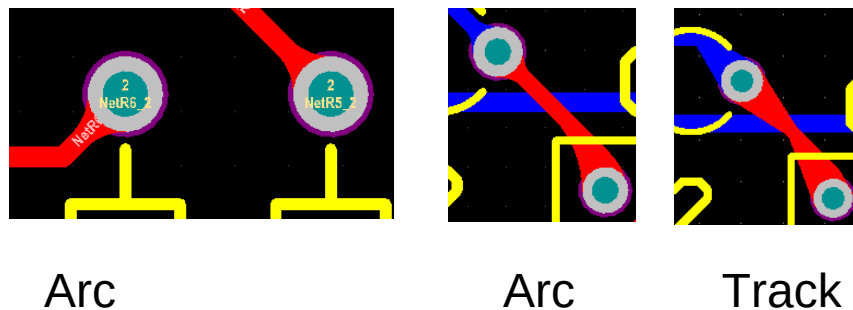

图10-26 泪滴的Arc和Track两种形状
如图10-26所示，在导线与焊盘或过孔的连接处有一段过渡，过渡的地方成泪滴状，所以称它为泪滴。泪滴的作用是：在焊接或钻孔时，避免应力集中在导线和焊点的接触点，而使接触处断裂，让焊盘和过孔与导线的连接更牢固。
(2) 在“General”设置栏中，如果选择“**All Pads**”，将对所有的焊盘放置泪滴；如果选择“**All Vias**”，将对所有的过孔放置泪滴；如果选择“**Selected Objects Only**”，将只对所选择的元素所连接的焊盘和过孔放置泪滴。
(3) 在“Action”设置栏，Add单选按钮表示此操作将添加泪滴；“Remove”单选按钮表示此操作将删除泪滴。
(4) 在“Teardrop Style”设置栏，设置泪滴的形状，其中“Arc”和“Track”两种形状分别如图10-26所示。
(5) 单击OK按钮，系统将自动按所设置的方式放置泪滴。